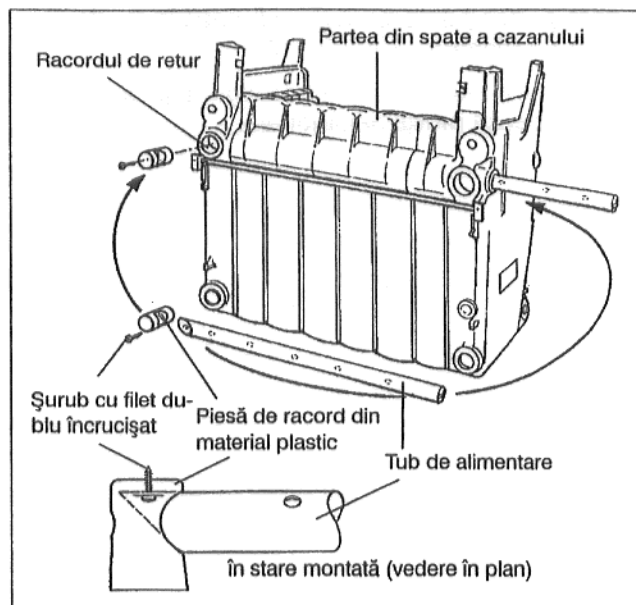
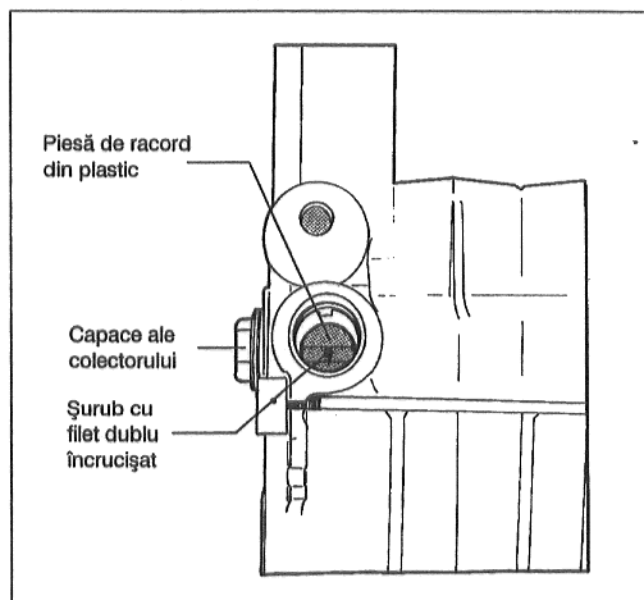

Fig. 9
Fig. 10
- Se montează piesa de racord din plastic în racordul de retur (Fig. 9).
- Se introduce tubul de alimentare în colector (Fig. 9).
- Se înșurubează șurubul cu filet încrucișat (B 4,8 x 22) (Fig. 9 și Fig. 10).
- Cele patru capace ale colectorului îndepărtate anterior se înșurubează din nou cu garnituri noi în pachetele finale (Fig. 10).